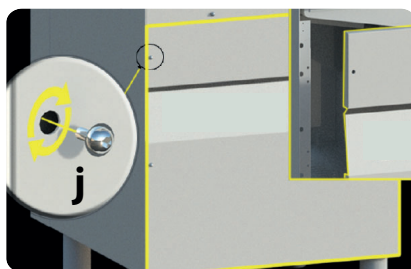

Fig. 10
- Rimuovere il pannello sottoporta per accedere al vano tecnico, agendo sulle viti. (posizione **j** - vedi **Fig. 10**).